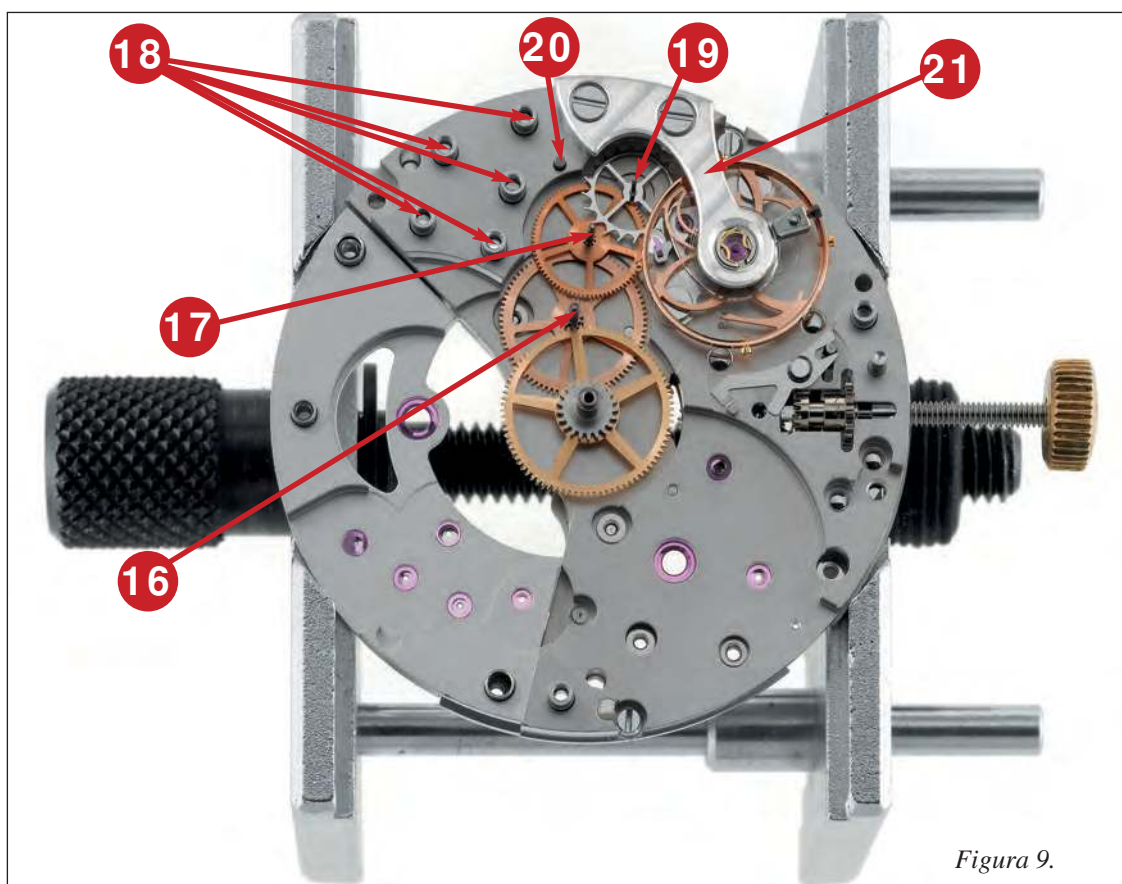

Figura 9.
In figura 9 è svelato il treno del tempo smontati i tre famosi ponti separati. Notate che la ruota intermedia (16) e la ruota dei secondi (17) hanno il ponte fissato da due viti ciascuna. Questa scelta, più stabile e precisa, è preferita alla classica che vede una sola vite e una - o due - spine di centraggio. Qui il centraggio è garantito dalle colonnette (18) che presentano il foro filettato. Per la ruota di scappamento (19), probabilmente per motivi di spazio, c'è una sola vite, ma una classica spinetta di centraggio (20).
Si tratta dunque di un movimento da 3 Hz. Se vi siete mai chiesti come si passi dalle semialternanze all'ora agli hertz, basta dividere 21600 per il numero di secondi all'ora (3600) e si ottiene 6; visto che la frequenza in hertz considera le alternanze al secondo - un'alternanza è composta da due semialternanze -, basta dividere ancora per 2 e si arriva all'agognato 3. Perché 3 Hz e non 4? Direte. Vi dirò che in Svizzera le 21600 sembrano ancora appannaggio di una certa... nobiltà; un po' come l'antichoc Kif invece del più popolare - anche se probabilmente più efficiente - Incabloc. Svitare le due viti del ponte del bilanciere - 21 in figura 9 - arriviamo finalmente all'organo regolatore (figura 11). Qui i tecnici di Schwarz Etienne si sono proprio sbizzarriti. Hanno preteso che il logo aziendale - le maiuscole S ed E intrecciate - si identificassero con l'essenza stessa dell'orologio, vale a dire proprio con il bilanciere. Chiedere è lecito, si sa. Ma rispondere, in questo caso, deve aver comportato non pochi grattacapi a chi alla fine ha deciso di far svolgere al logo il compito delle solite, irrinunciabili razze. Perché deve essere conservata